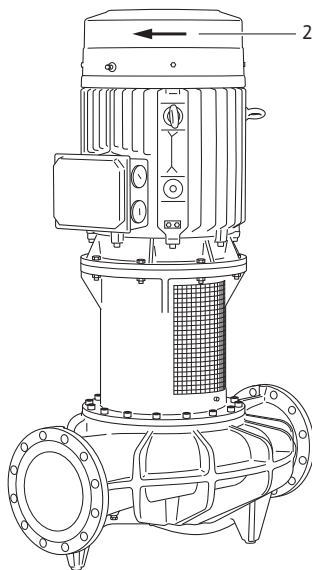

Fig. 37: Kontrollér omdrejningsretningen
- Kontrollér ved at tilkoble kortvarigt, om omdrejningsretningen passer med pilen på ventilatorhuset (se fig. 37, pos. 2) Hvis omdrejningsretningen er forkert, skal man gøre følgende: